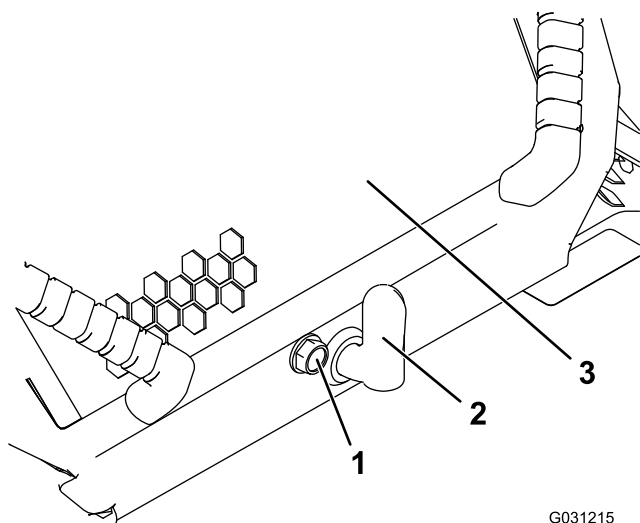

Figura 36
1. Afloje el tornillo de bloqueo del capó (Figura 36).
2. Gire el cierre del capó en sentido horario (Figura 36).
3. Agarre las manijas y abra el capó (Figura 36).
3. Apriete el tornillo de bloqueo del capó para bloquear el cierre (Figura 36).